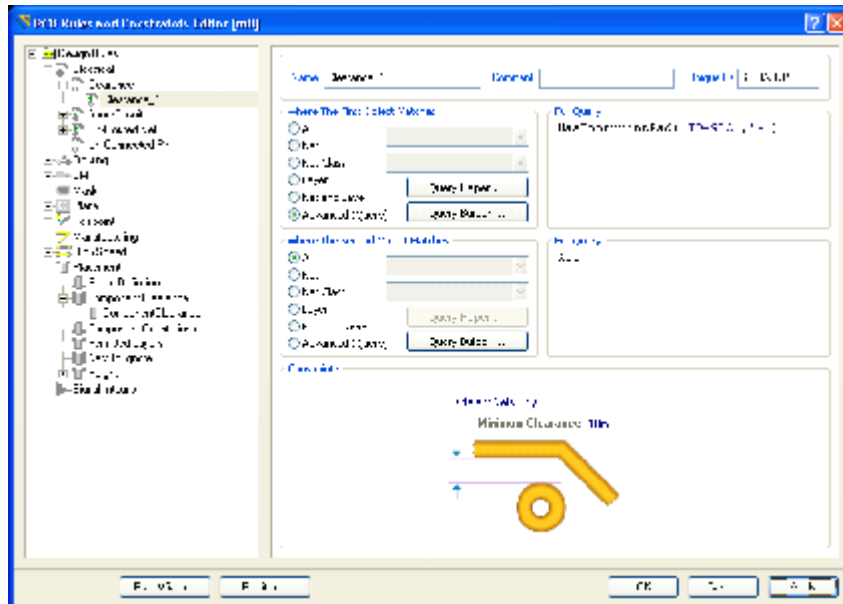

图6-35 使用 PCB 规则系统规定参数编辑器对话框创建规则。
- 36 点击 Advanced (Query)，再点击 Query Helper 从 Memberships Checks 去建立条件检索，或者也可以为第一个对象（图6-35）在接下来的条件检索中打印进去。